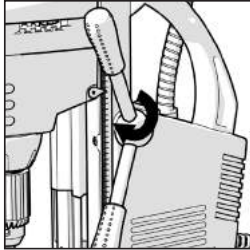

Fig. 1
- Fije los tres mangos en el saliente del husillo y asegúrese de que están completamente asentados. (Fig. 1)